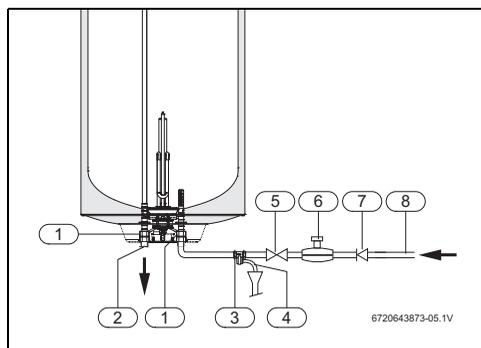

Fig. 10 Raccordement d'eau
i Pour éviter les défauts dus à des variations de pression subites pour l'alimentation de l'eau, il est recommandé d'installer un clapet anti-retour en amont du ballon (fig. 10, [7]).
- ▶ Monter la soupape de sécurité sur le raccordement d'eau froide du ballon d'eau chaude sanitaire (fig. 10).
Lorsque la pression d'eau est supérieure à 80 % de la pression maximale du ballon d'eau chaude sanitaire (6,4 bars), installer une soupape de réduction de pression (fig. 10).
- ▶ Fermer la vanne d'arrêt de l'eau (→ fig. 10).